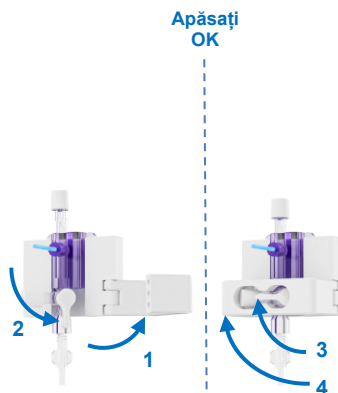

Figura 25 Reglarea la zero a senzorului de presiune
- Asigurați-vă că nu s-au acumulat bule de aer la senzorul de debit. Deschideți clema de aluminiu pentru a elibera capacul (Figura 25). Deschideți capacul și verificați dacă există bule de aer. Eliminați orice bule de aer prin manevrarea tubului. Împingeți capacul pentru a închide senzorul.
- Deschideți consola suportului senzorului de presiune pentru a avea acces la supapa de pe senzorul de presiune (Figura 25; pasul 1). Conform instrucțiunilor de pe afișaj (a se vedea mai jos), rotiți supapa de pe senzorul de presiune în jos pentru a deschide senzorul în vederea măsurării presiunii atmosferice (Figura 25; pasul 2).
- Rotiți supapa senzorului de presiune în poziția orizontală (Figura 25; pasul 3) și închideți consola suportului senzorului de presiune pentru a proteja supapa de deschiderea accidentală (Figura 25; pasul 4). Apăsați OK pe unitatea de pompare pentru a continua.
- În cazul în care Liver Assist nu poate determina dacă senzorul de presiune este conectat în mod corespunzător la circuitul de perfuzie, verificați dacă supapa senzorului de presiune este în poziție orizontală; a se vedea (Figura 25, pasul 3). Apăsăți OK dacă supapa senzorului de presiune este în poziție orizontală.